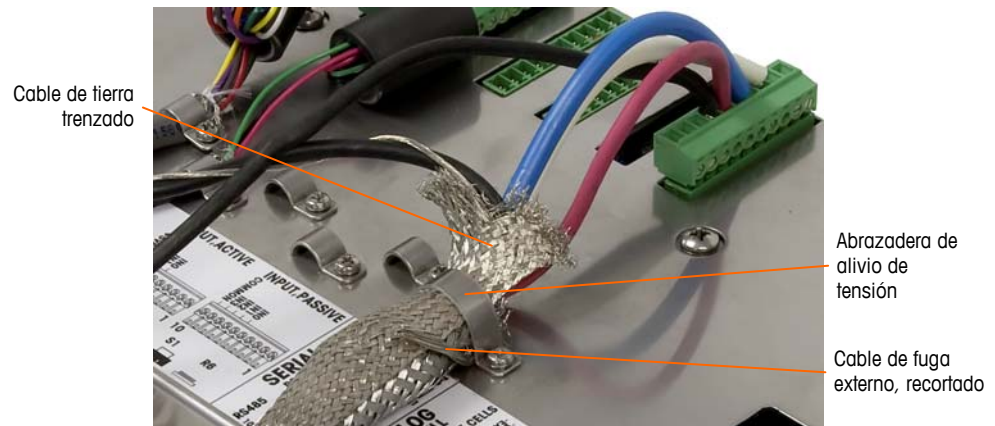

Figura 2-46: Terminación de la trenza externa del cable de conexión, panel
- b. Deslice hacia adelante la trenza externa para cubrir la trenza interna y el forro metálico. Extraiga el cable de fuga de energía externo hacia atrás sobre la trenza externa y recórtelo aproximadamente a 25 mm (1 pulgada). Coloque el cable de tierra trenzado plano alrededor del cable de conexión y el cable de fuga de energía antes de asegurar finalmente todo en la cubierta posterior del IND780 con la abrazadera grande para cable de alivio de tensión incluida con la unidad (Figura 2-46).